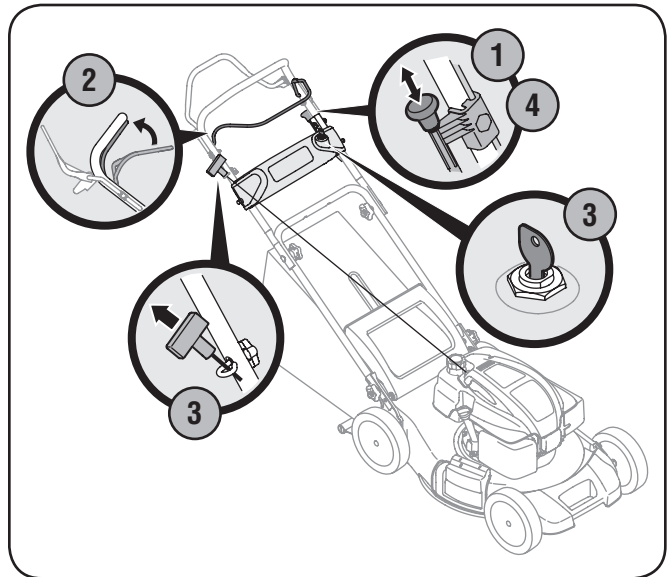

Figure 9-3
1. Tire de la perilla del cebador ubicada a la izquierda de la barra de control superior. Vea la Fig. 9-3.
3. **Arrancador de retroceso:** Tire suavemente de la empuñadura del arranque hasta sentir la resistencia, luego tire rápidamente para reducir la compresión, impedir la tensión de retroceso y arrancar el motor. Repita de ser necesario. Vea la Fig. 9-3.
Arrancador eléctrico: Gire la llave de encendido a la derecha para poner en marcha el motor. Suelte la llave una vez que el motor se ha puesto en marcha. Vea la Fig. 9-3.